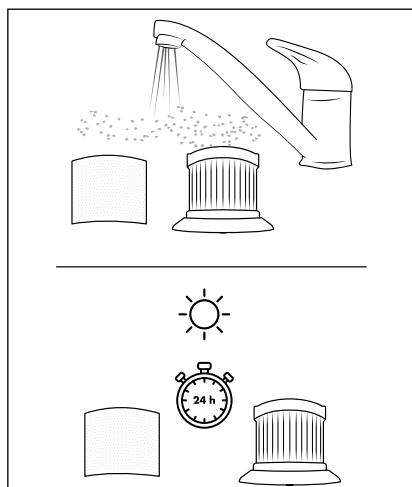

Fig. 13
- 4) Rincez le filtre EPA **5** et le filtre en acier inoxydable **6** sous l'eau froide ou tiède. Laissez le filtre EPA **5** et le filtre en acier inoxydable **6** sécher complètement à l'air avant de les replacer dans le bac à poussière **2** (voir figure 13).